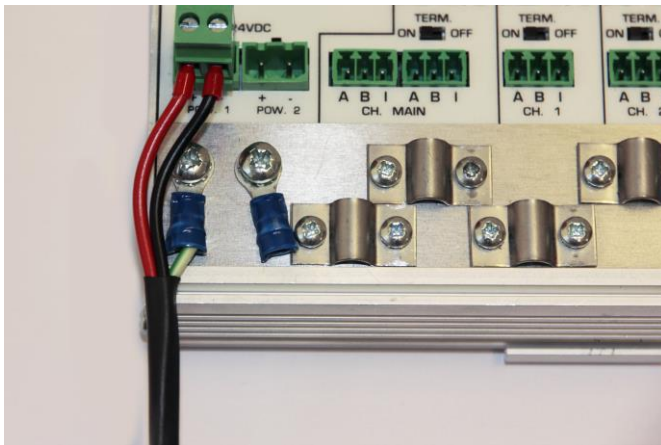

Abb. 12- Verbindung zur Bodenschiene
- ① Es wird empfohlen, ein Netzteil mit einer Erdleitung (3-Leiter) zu verwenden. Verbinden Sie das Massekabel des Netzkabels mit der Masseschiene des ProfiHubs. B5+R. Verbinden Sie die Erdungsschiene mit der gemeinsamen Masse über ein separates Massekabel. Siehe Abb. 12 als Beispiel.